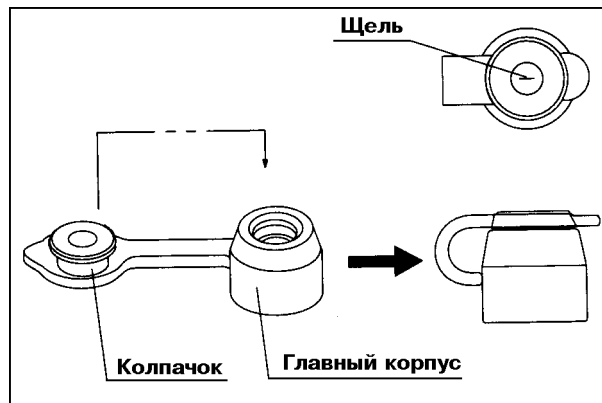

Рис. 3.5.
2. Присоедините колпачок к главному корпусу клапана (см. рис. 3.5).